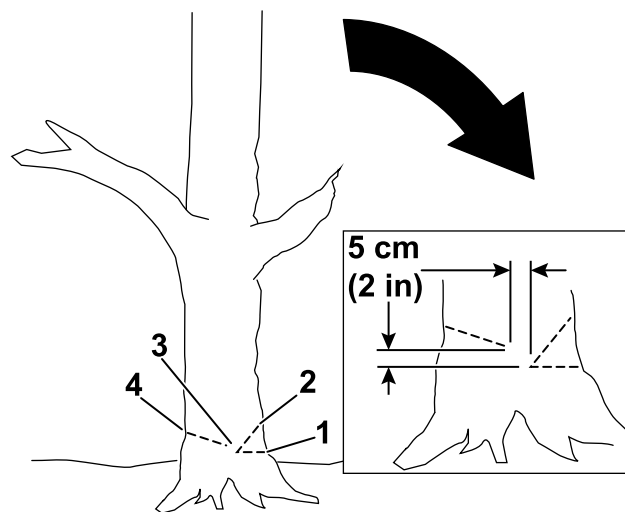

Figure 15
- 4. Commencez par couper le tiers du diamètre de l'arbre, du côté où vous voulez qu'il tombe \(Figure 15\).
- 5. Faites une deuxième coupe oblique pour former une encoche, en commençant au moins 5 cm (2 po) au-dessus de la première coupe \(Figure 15\).
- 6. Faites le trait d'abattage du côté opposé à l'encoche et environ 5 cm (2 po) plus haut que le bas de l'encoche, comme montré à la Figure 15.
**Important:** Arrêtez la troisième coupe 2,5 à 5 cm (1 à 2 po) avant l'encoche pour former une charnière entre les coupes (**Figure 15**), ce qui empêche l'arbre de tomber dans la mauvaise direction ou de pivoter dans sa chute.
**Remarque:** Quand le trait d'abattage approche de la charnière (**Figure 15**), l'arbre devrait commencer à tomber.